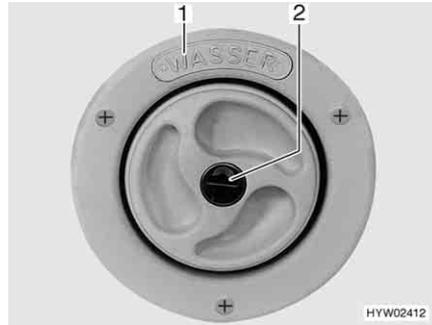
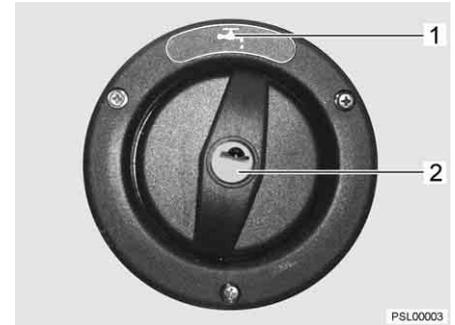

Bild 41 Verschlussdeckel für Trinkwasser-Einfüllstutzen
Bild 42 Verschlussdeckel für Trinkwasser-Einfüllstutzen (Alternative)
- ▷ Der Trinkwasser-Einfüllstutzen ist mit dem Schriftzug "WASSER" (Bild 41,1) oder mit dem Symbol "W" (Bild 42,1) gekennzeichnet.
- Schlüssel in Schließzylinder (Bild 41,2 bzw. Bild 42,2) stecken und entgegen dem Uhrzeigersinn drehen.